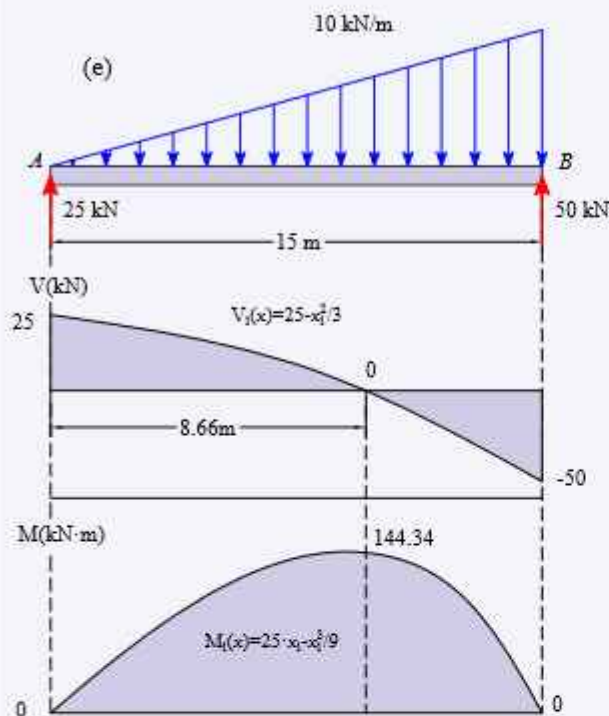

Figura 6.79
- **Fuerzas internas** en el tramo 2-2, $4 \text{ m} \leq x_2 < 8 \text{ m}$, figura 6.79 (d).
Paso ③ Diagrama de fuerza cortante y momento flexionante, como se muestra en la figura 6.79 (e).
Paso ①: Determinación de las reacciones en los apoyos, a partir del D.C.L. de la figura 6.79 (b).
- **Fuerzas internas** en el tramo 1-1, $0 \leq x_1 < 15 \text{ m}$, figura 6.79 (c).
- **Fuerzas internas** en el tramo 1-1, $0 \leq x_2 < 15 \text{ m}$, figura 6.79 (d).